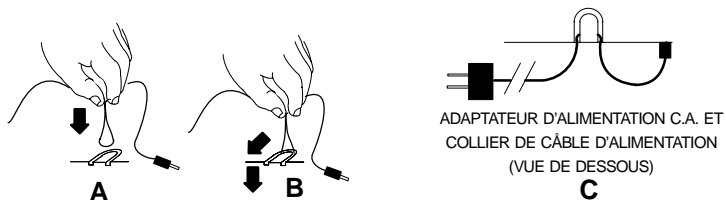

FIGURE 7
1. Voir la figure 7. Retourner le récepteur et repérer le collier de câble d'alimentation. Pincer le cordon d'adaptateur c.a. à environ 15 cm (6 po) de la prise c.c. en formant une petite boucle (A). Maintenir le cordon vertical par rapport au collier et abaisser l'extrémité de la boucle dans la partie incurvée du collier.
2. Tout en maintenant le cordon vertical par rapport au récepteur, tirer le cordon sous la languette vers l'avant du récepteur (B) puis tirer vers le bas, en bloquant le cordon dans le collier (C).